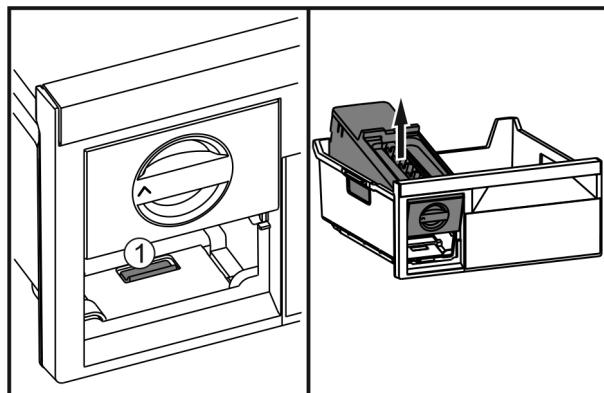

Fig. 59
- Нажать на накладку Fig. 59 (1), EasyTwist-Ice поднять сзади и вынуть из выдвижного ящика морозильника.